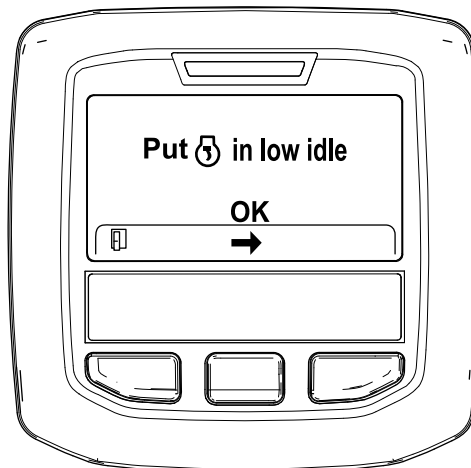

Рисунок 51
6. Переведите дроссельную заслонку в положение МАЛОЙ ЧАСТОТЫ ВРАЩЕНИЯ ХОЛОСТОГО ХОДА и нажмите среднюю кнопку (Рисунок 51).